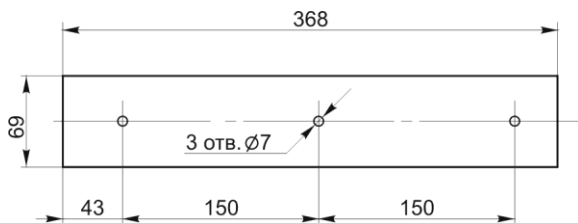

Рис. 3. Крепёжная площадка МПП «Гарант-12»
6.3. Закрепить крепёжную(ые) площадку(и) модуля(ей) в соответствии с определенными местами (по п. 6.2) и разметкой отверстий (рис. 3).